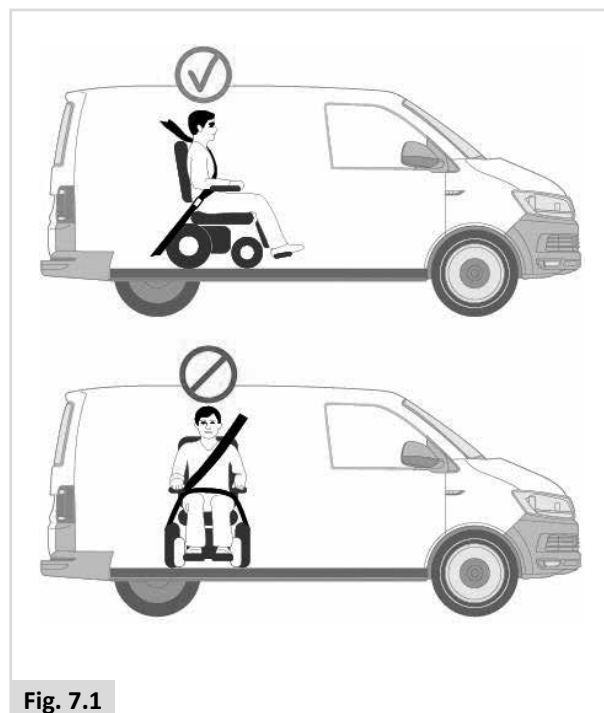

Fig. 7.1
- A cadeira de rodas deve ser presa virada para a frente. Esta cadeira de rodas é aprovada para ser utilizada em viaturas e cumpre os requisitos de transporte virado para a frente e colisões frontais. A cadeira de rodas não foi testada para outras posições na viatura (Fig. 7.1).